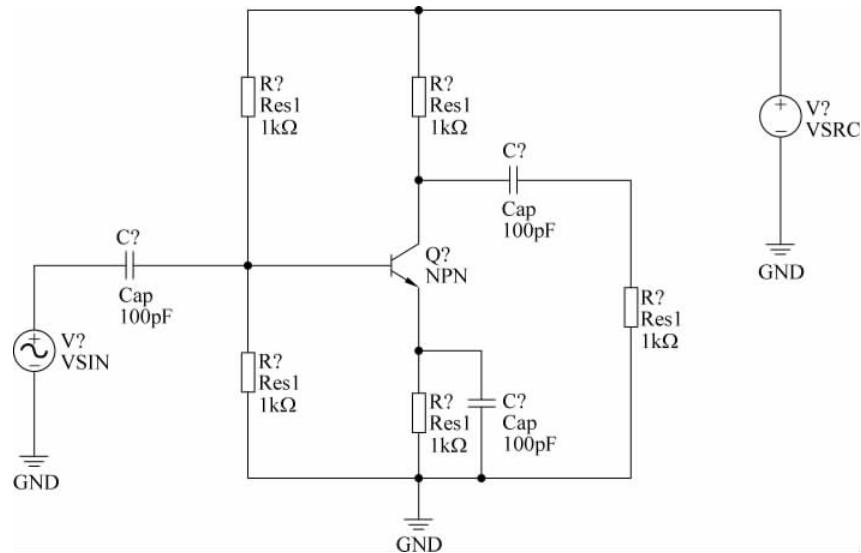

图 3-80 连接电路元器件和信号源
(4) 单击 AD 主界面下工具栏内的连线按钮,将这些元器件和信号源按照如图 3-80 所示的方式进行连接。